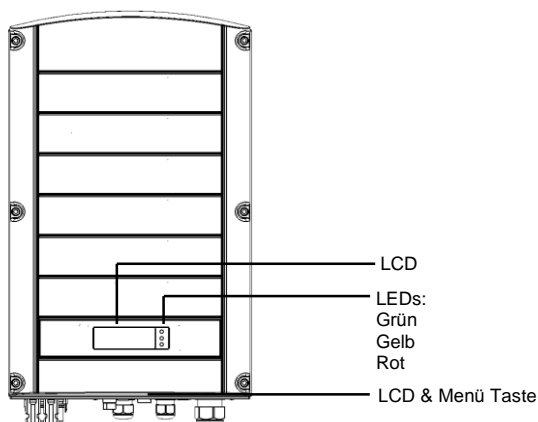

Abbildung 4: Vorderansicht des Wechselrichters
- **LEDs:** Drei LEDs weisen auf die folgenden Wechselrichterstatus hin (siehe Abbildung 4):